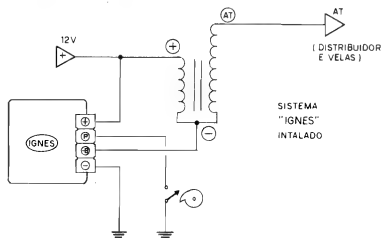

Fig.8
- FIG. 8 - INSTALANDO A "IGNES" - O terminal (+) da IGNES deve ser ligado ao mesmo cabo que originalmente "traz" os 12V **positivos** ao correspondente terminal da bobina... O terminal (-) do circuito vai ligado à "massa" do veículo (**negativo**). O terminal (P) deve ser ligado ao platinado (onde, originalmente, estava conectado o terminal **negativo** da bobina... e o terminal (-B) vai, justamente, ao terminal **negativo** da bobina (que foi "separado" do platinado, conforme explicado...). É bom conferir tudo com muito cuidado e atenção, ao final, verificando toda a "cabagem", as polaridades e as (poucas...) modificações feitas no sistema original... Tudo instalado (e verificado...), o Leitor/Hobbysta pode passar ao "Test Drive"...